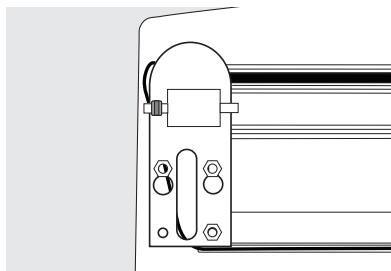

Figura 7
Con la ayuda de otra persona, incline el aparato hacia atrás para tener acceso a la bisagra inferior. Afloje ligeramente los tornillos de las bisagras. Gire el tope de la puerta y colóquelo encima de la bisagra inferior, haciendo ajustes hasta que el tope quede al ras de la unidad. Apriete todos los tornillos. (Vea Figura 7.)
17. Retire la bisagra inferior izquierda usando una llave de 5/16" (8 mm) e instálela del lado derecho. Figura 7.